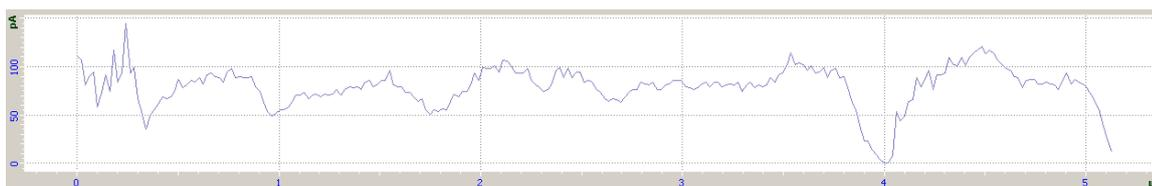

Рис. 6-46. Сигнал **Mag**
- на панели отображения 1D-данных будет построчно отображаться измеряемый сигнал выделенного изображения (Рис. 6-46).